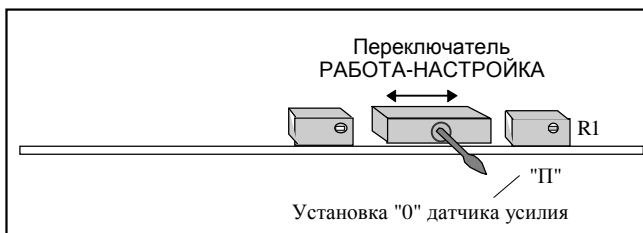

Рисунок 5
4.1.1 Снять крышку окна БОДа, открывающую доступ к регулировочным резисторам и переключателю **РАБОТА - НАСТРОЙКА** (см. рисунок 5).